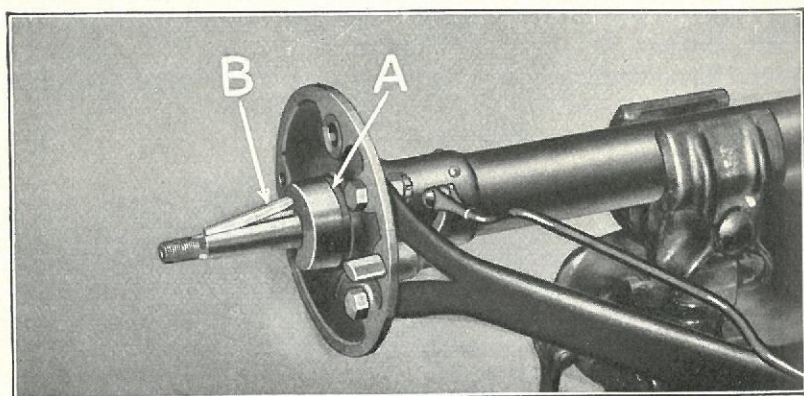

Fig. 358
- 638** Indsæt Filtpakningen paa Akslen og mod Akselhuset (Fig. 358-A).
- 639** Navkilen indsættes i Akslens Kilegang som vist ved »B« (Fig. 358). Den presses ned i Kilegangen ved Hjælp af en lille Hammer. Ved Indsætningen af Kilen skal dens koniske Ende vise ind mod Akselhuset, som vist ved »B«.